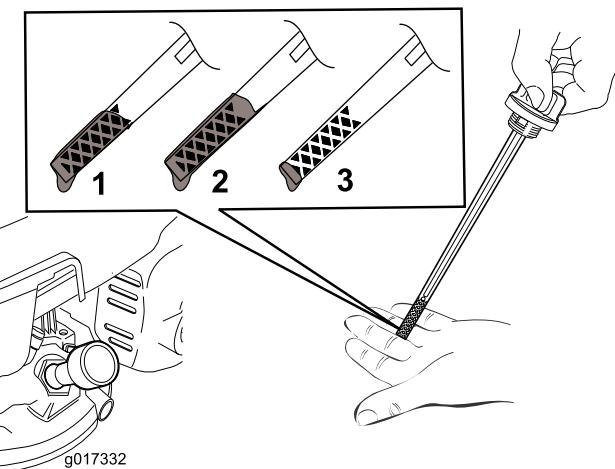

图12
5. 要确定量油尺上的机油油位是否合适、请参阅 图 12。
- 注意** 向发动机曲轴箱添加机油直到量油尺显示机油油位达到 图 12 中所示的正确位置。如果发动机加注机油过多则需要按照 更换机油 \(页码 14\) 的说明去除多余机油。